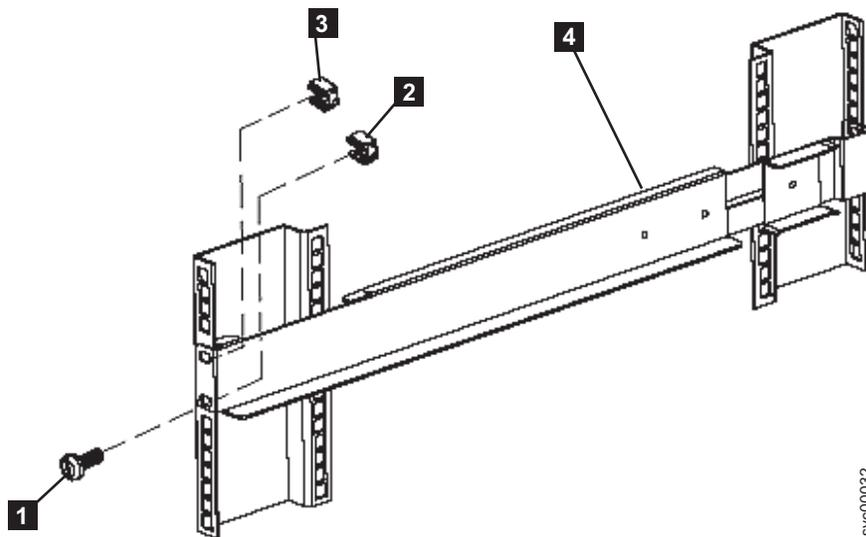

図 28. 2145 UPS-1U への前面レールの固定
7. 1 つの M6 × 10 ねじと 1 つのクリップ・ナット **1** (図 28) を使用して、レールの下部の穴のみをラックの前面に取り付けます。